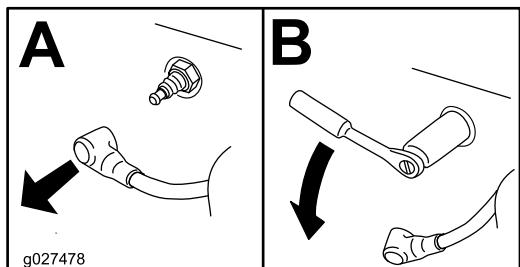

Рисунок 27
4. Снимите свечу (свечи), как показано на Рисунок 27.